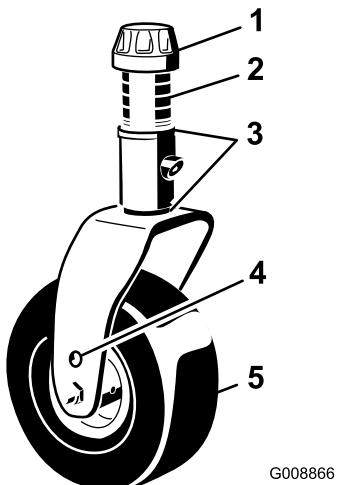

Figure 92
- Enlevez le chapeau de tension de l'axe de pivot et sortez l'axe du bras pivotant (Figure 92). Repositionnez les cales pour éléver ou abaisser la roue pivotante, selon les besoins, et obtenir la bonne inclinaison.